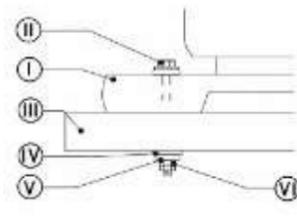

Рис.2
8. МОНТАЖ СТАНКА (Рис.2)
- 8.1. Монтаж станка на верстаке (Рис.2)**